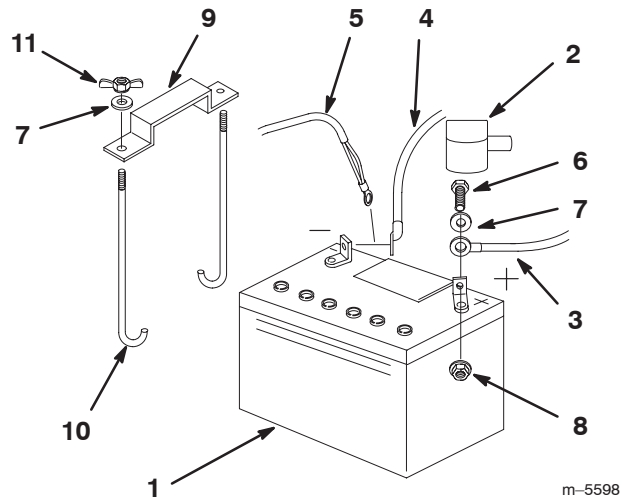

Figure 62
1. Placez la batterie dans son support en tournant les bornes vers le moteur (Fig. 62).
4. Fixez les câbles à l'aide de 2 boulons (1/4 x 3/4 pouce), 2 rondelles (1/4 pouce) et 2 contre-écrous (1/4 pouce) (Fig. 62).
6. Fixez la batterie en position avec des boulons en J, une barrette de maintien, 2 rondelles (1/4 pouce) et 2 écrous papillons (1/4 pouce) (Fig. 62).
4. Débranchez d'abord le câble négatif et le câble de masse de la borne négative (–) de la batterie (Fig. 62).
6. Débranchez le câble positif (rouge) de la batterie (Fig. 62).
7. Retirez les deux écrous papillons (1/4 pouce) de fixation de la barrette de maintien de la batterie (Fig. 62).